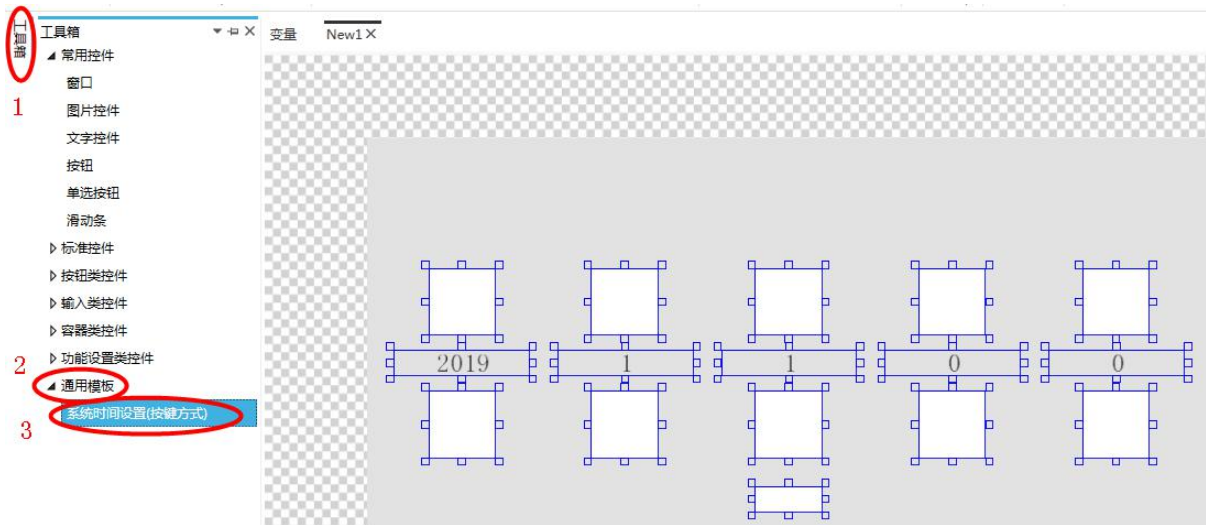

图 6.2 添加系统时间设置（快捷方式）
2、点击工具箱中的通用模板——系统时间设置（按键方式），添加系统时间设置（按键方式），可快速修改当前时间，如图 6.2 所示。